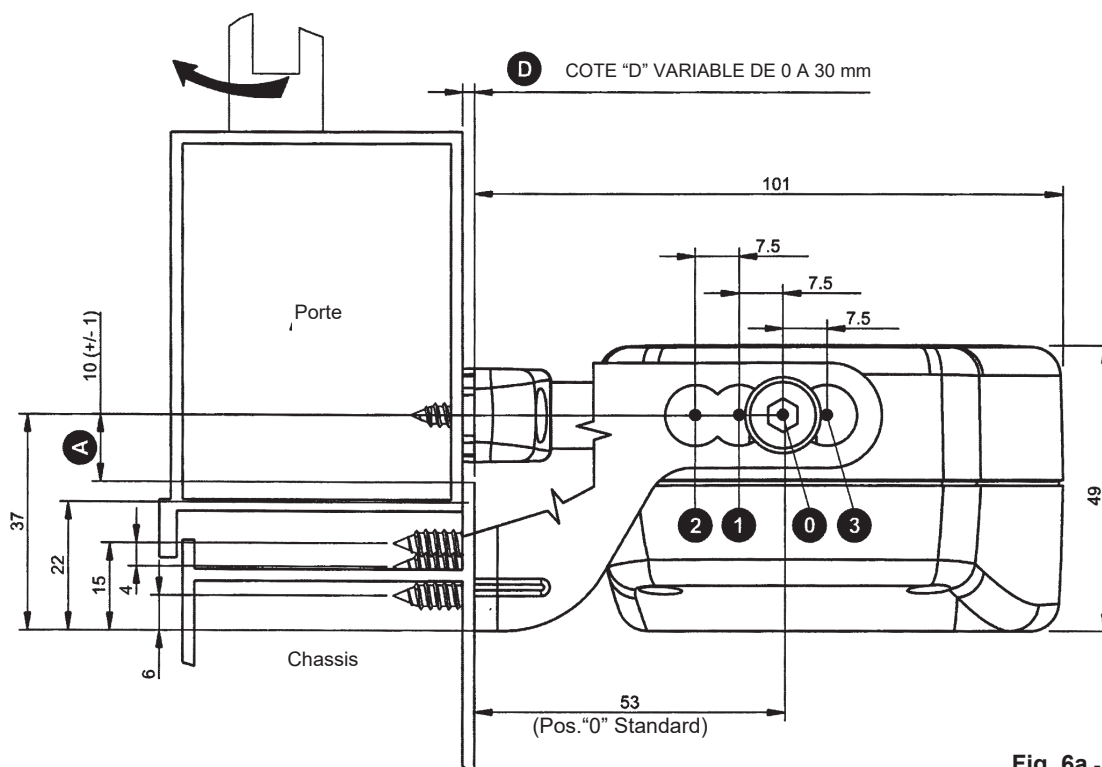

Fig. 6a - Dimensions en mm
- VERIFIER QUE LA DISTANCE "D" ENTRE LE CHASSIS DU BÂTIS (SUR LEQUEL EST PREVUE LA FIXATION DE L'ACTIONNEUR) ET LA PORTE DU BÂTIS (SUR LEQUEL EST PREVUE LA FIXATION DE LA BRIDE) SOIT COMPRISE ENTRE 0mm ET 30mm POUR LE MONTAGE SAILISSANT (V. FIG. 6a) ET ENTRE 0mm ET 22mm POUR LE MONTAGE A VASISTAS (V. FIG. 6b).
- 10) **Fig. 19-** Fixer par les deux vis en dotation l'actionneur à la bride de connexion au bâtis dans la position la plus appropriée selon la valeur du surmont "D" (v. **Fig. 6a**) et fixer la vis de réglage du terminal chaîne (**Fig. 18 - Réf. 3**);